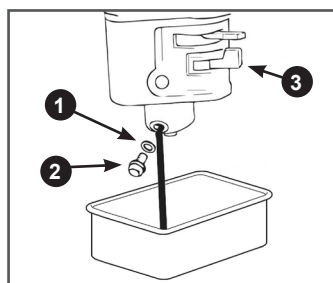

Рис. 36. Обслуживание карбюратора
1. Установите под карбюратор подходящую емкость (Рис. 36).
2. Установите рычаг топливного крана 3 в положение «ЗАКРЫТО» (Рис. 36).
3. Открутите болт 2 сливного отверстия и слейте топливо из поплавковой камеры карбюратора в подготовленную для этого ёмкость (Рис. 36).
1. Слейте топливо из топливного бака и карбюратора (Рис. 36).